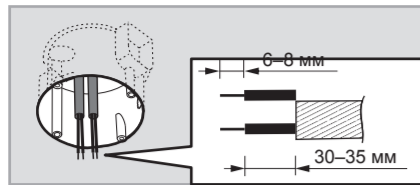

Рис. 8
4.4.1.2 Вытяните кабели питания переменного тока из распределительной коробки по европейскому стандарту, затем зачистите изоляцию кабеля на 6–8 мм для подключения (см. рис. 8).